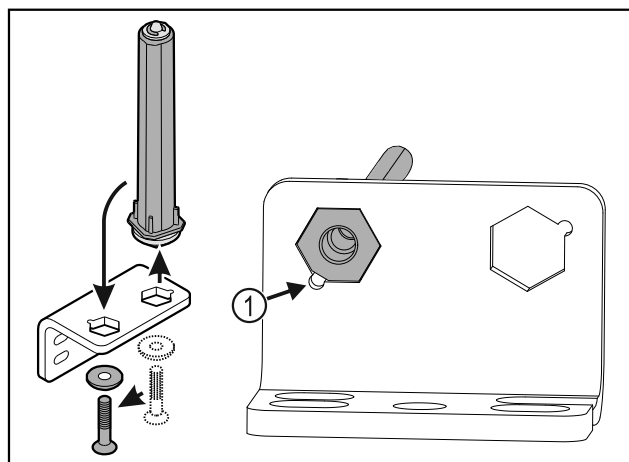

Fig. 36
- ▶ Dbejte, aby při vsazování ukazovalo zešíkmení čepu Fig. 36 (1) ke kulatému otvoru.